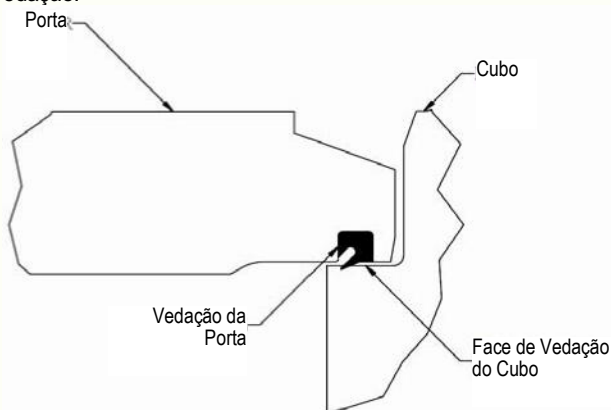

Figura 6 – Vedação em sua ranhura
- 3) **Instale** a vedação da tampa empurrando-a para dentro da ranhura da vedação nas posições de 12, 3, 6 e 9 horas conforme as indicações da Figura 6. A vedação deve ficar igualmente distribuída em cada quadrante. Pressione firmemente as partes da vedação até que toda ela assente adequadamente na ranhura da vedação.